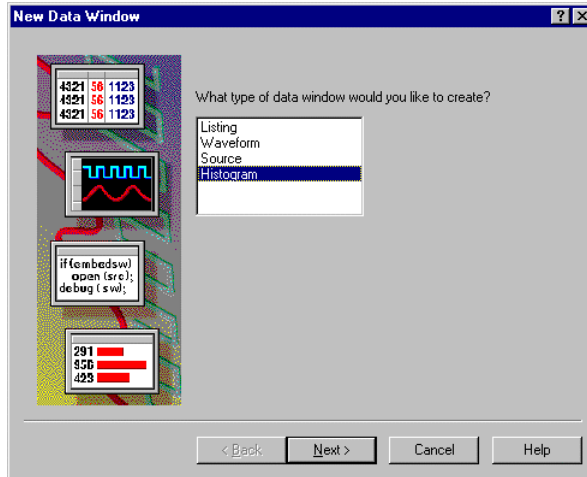

図 E-12 : [New Data Window]ウィザードの最初のダイアログ・ボックス
1. メニューバーの[Window]メニューから、あるいはツールバーの<New Data Window>ボタンをクリックし、図 E-12 の[New Data Window]ウィザードを起動します。